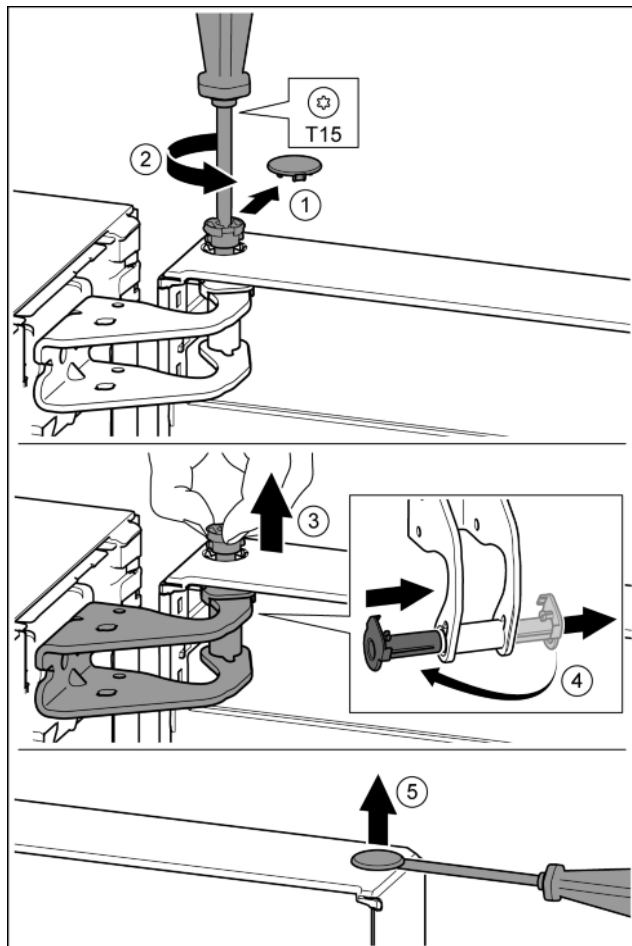

Fig. 11
- Oprezno skinite sigurnosni pokrov. Fig. 11 (1)
- Odvijačem T15 malo odvijte svornjak. Fig. 11 (2)
- Čvrsto držite vrata i prstima izvucite svornjak. Fig. 11 (3)
- Izvucite čahuru ležaja iz vodilice. Umetnite s druge strane i pustite da uskoči. Fig. 11 (4)
- Odvijačem s prorezom oprezno podignite čep iz čahure ležaja vrata i izvucite ga. Fig. 11 (5)